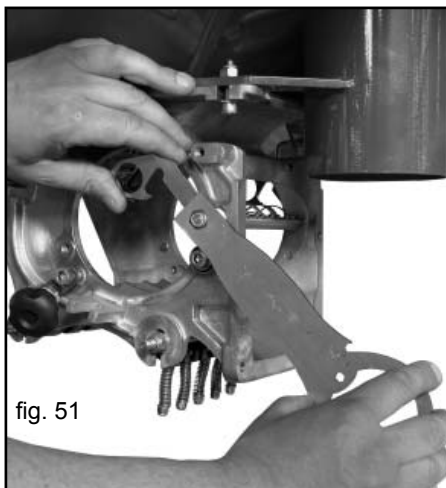

fig. 51
- 3) Stopmuttern M8 beidseitig mit dem beiliegenden Universalschluessel soweit loesen. (Fig. 51).